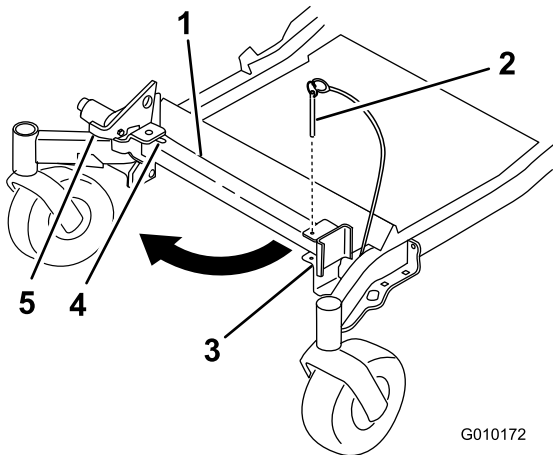
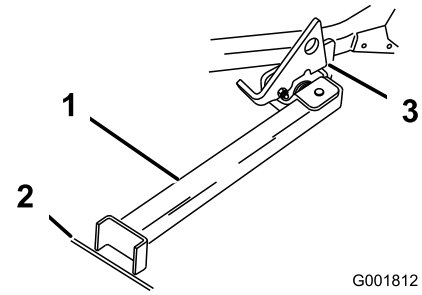

Figure 42
Figure 43
2. Retirez la goupille du support (Figure 42).
4. Dépliez le pied du support et poussez le support vers la machine en l'engageant dans le bas de la fente (Figure 42 et Figure 43).
5. Posez le pied du support sur le sol et appuyez le verrou sur la languette de pivot (Figure 43).
Remarque: Pour obtenir des résultats optimaux, placez le pied du support dans des fissures du trottoir ou dans la pelouse (Figure 43).
7. Conduisez la machine sur le support. Arrêtez-vous quand le verrou retombe sur la languette en position verrouillée (Figure 43).
5. Ramenez le support à sa position de repos (Figure 42).